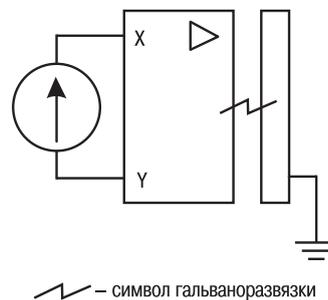

Рис. 5. Вход гальваноразвязанный однофазный
*Однофазный гальваноразвязанный вход* (рис. 5) – это часто встречающийся вариант улучшенного однофазного входа, который применяется в точных измерителях. Улучшение заключается в том, что отвязанный от земли однофазный вход приобретает свойство симметрии.
На рис. 5 общая наводка на входы X и Y относительно земли прикладывается ко входам X и Y одинаково, поскольку входы X и Y никак не связаны с землёй (с них нет утечек тока в землю), а входной сигнал снимается непосредственно между точками X и Y и не зависит от потенциала земли.